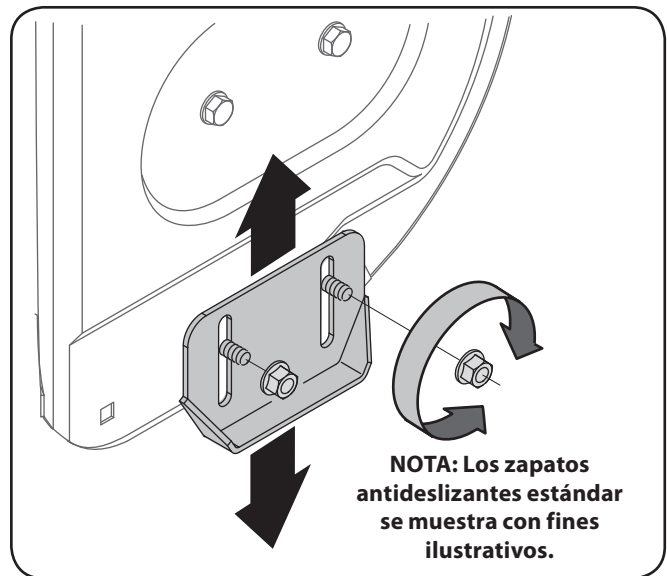

Figura 3-16
1. Afloje las cuatro tuercas hexagonales (dos en cada lado) y los pernos del carro. Mueva las zapatillas antideslizantes a la posición deseada. Vea la Figura 3-16.